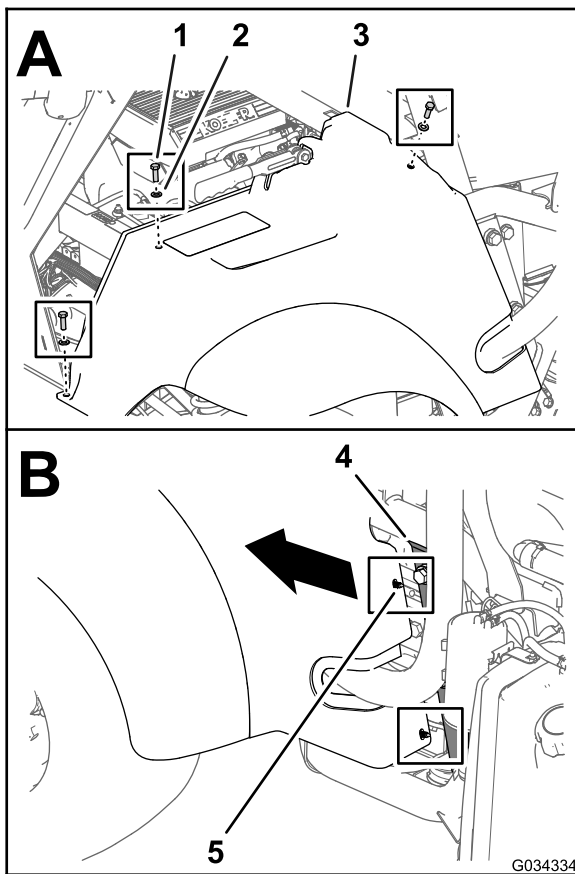

Figure 3
1. Retirez les 3 boulons (5/16" x 1") et les 3 rondelles (5/16") qui fixent la base du siège et l'aile du côté gauche sur le châssis de la machine (Figure 3).
2. Déplacez la base du siège et l'aile vers l'avant pour sortir les 2 clips de fixation en plastique, situés sur la base du siège, des 2 trous de 6,4 mm du profilé du système ROPS sur le côté gauche de la machine (Figure 3).